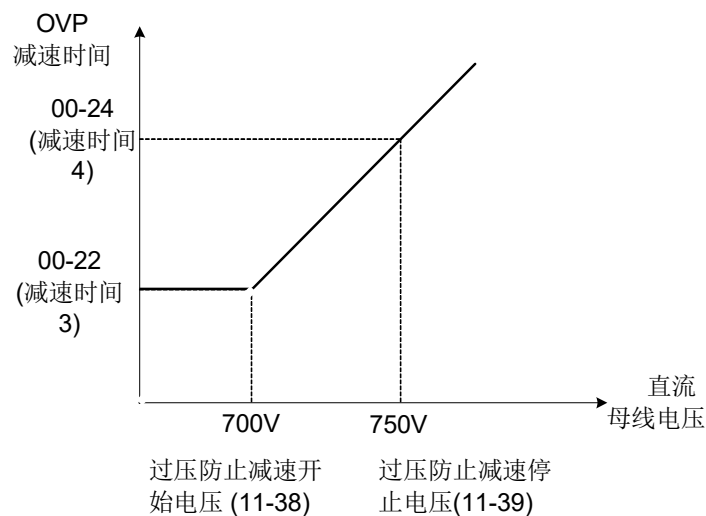

图 4.3.89 OVP减速时间
当回升能源降低时, 变频器输出会回归至输入频率参考, 而减速速率是依据直流电压来决定, 如下图4.3.89所示。
- 当变频器停止时, 由00-15(Tdec1)设定减速速率, 而在直流电压过高时, 变频器会减速并采用上图4.3.89所示的OVP减速时间执行运转。
11-40 设定为过压防止模式 2, 过压防止模式 2 的动作流程与过压防止模式 1 相同, 但加强了图 4.3.89 中 DC BUS 电压超过 11-39 过压防止减速停止电压的部份, 加快频率补偿以防止跳过电压保护(OV)